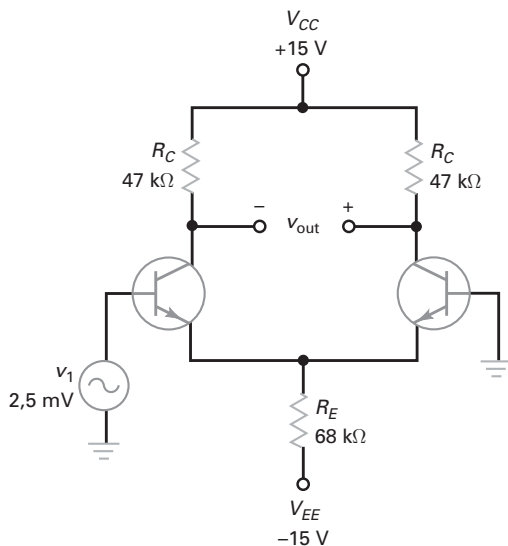

Figura 15-35
- 15-5** Na Figura 15-35, qual a tensão de saída CA? Se $\beta = 275$, qual a impedância de entrada do amp-dif? Use a aproximação ideal para obter a corrente de cauda.
- 15-17** Um técnico montou o circuito amp-dif mostrado na Figura 15-35 sem uma conexão GND na entrada inversora. Qual o valor da tensão de saída? Baseado na sua resposta anterior, o que um amp-dif ou amp-op necessita para funcionar adequadamente?